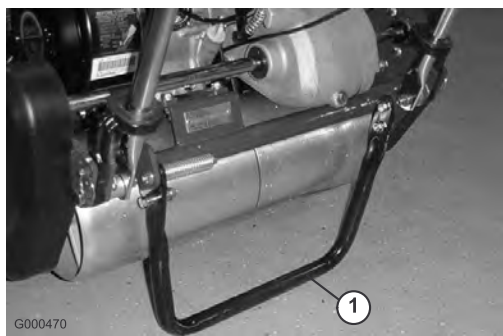

Figure 18
1. Abaissez la béquille avec le pied et tirez sur le support du guidon jusqu'à ce que la béquille bascule en avant (Figure 18).